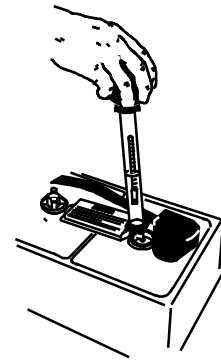

FIG. 25
- Vérifiez la densité spécifique à l'aide d'un hydromètre, pour déterminer le niveau de charge et l'état des batteries (Figure 25). Si un ou plusieurs des éléments des batteries est (sont) plus faible(s) que les autres éléments des batteries (de 0,050 ou plus), cela signifie que l'élément (les éléments) est (sont) endommagé(s), que sa (leur) capacité est réduite ou qu'il(s) va (vont) bientôt tomber en panne. Comparez les mesures hydrométriques avec le tableau suivant pour déterminer le niveau de charge.